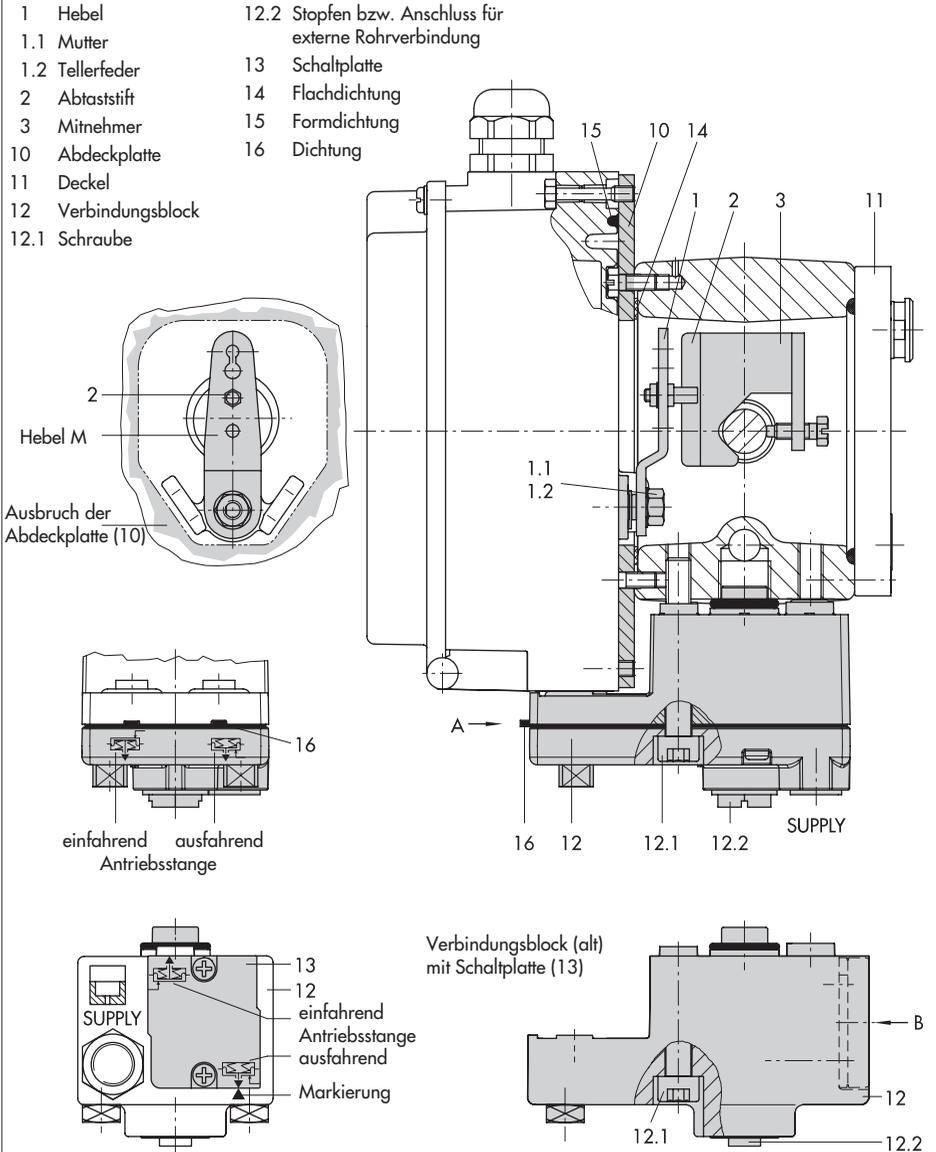

Bild 5 · Direktanbau – Stelldruckanschluss für Antrieb Typ 3277 mit 240, 350 und 700 cm2
1. Mitnehmer (3) an die Antriebsstange setzen, ausrichten und so festschrauben, dass die Befestigungsschraube in der Nut der Antriebsstange sitzt.
2. Abdeckplatte (10) mit schmaler Seite des Ausbruches (Bild 5 links) in Richtung zum Stelldruckanschluss befestigen, die aufgeklebte Flachdichtung (14) muss zum Antriebsjoch zeigen.
3. Bei Antrieben mit 700 cm2 am Hebel **M** (1) auf der Stellungsreglerrückseite den Abtaststift (2) aus Stiftposition **35** lösen und in die Bohrung für Stiftposition **50** umsetzen und verschrauben.
6. Kontrollieren, ob die Zunge der Dichtung (16) seitlich am Verbindungsblock so ausgerichtet ist, dass das Antriebsymbol für „Antriebsstange ausfahrend“ bzw. „Antriebsstange einfahrend“ mit der Ausführung des Antriebes übereinstimmt. Andernfalls müssen die drei Befestigungsschrauben entfernt, die Deckplatte abgehoben und die Dichtung (16) um 180° gedreht wieder eingelegt werden. Beim alten Verbindungsblock (Bild 5 unten) muss die Schaltplatte (13) so gedreht werden, dass das entsprechende Antriebssymbol zur Pfeilmarkierung ausgerichtet ist.
7. Verbindungsblock (12) mit seinen Dichtungen an Stellungsregler und Antriebsjoch ansetzen und mit Befestigungsschraube (12.1) festziehen. Bei Antrieb „Antriebsstange einfahrend“ zusätzlich den Stopfen (12.2) entfernen und die externe Stelldruckleitung montieren.
8. Deckel (11) auf der Gegenseite montieren. Dabei unbedingt darauf achten, dass im eingebauten Zustand des Stellventiles der Entlüftungstopfen nach unten zeigt, damit evtl. angesammeltes Kondenswasser abfließen kann.